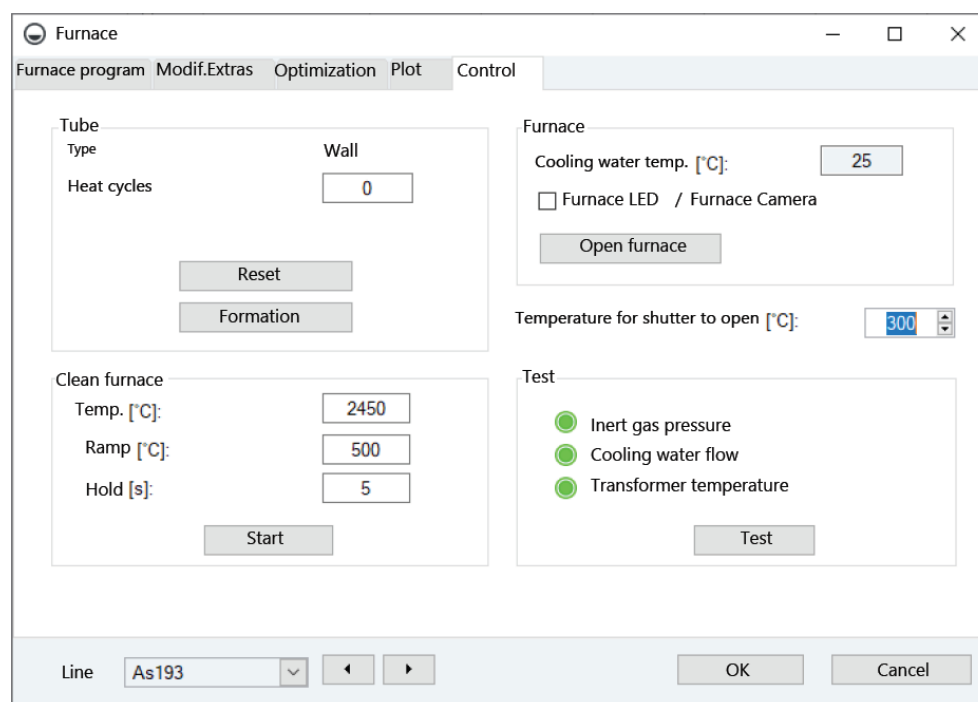

Fig. 35 Boîte de dialogue Furnace / Control
1. Ouvrir le four à tube graphite à l'aide du bouton [OPEN FURNACE] dans la fenêtre FURNACE / CONTROL (Fig. 35 p. **Fehler! Textmarke nicht definiert.**).